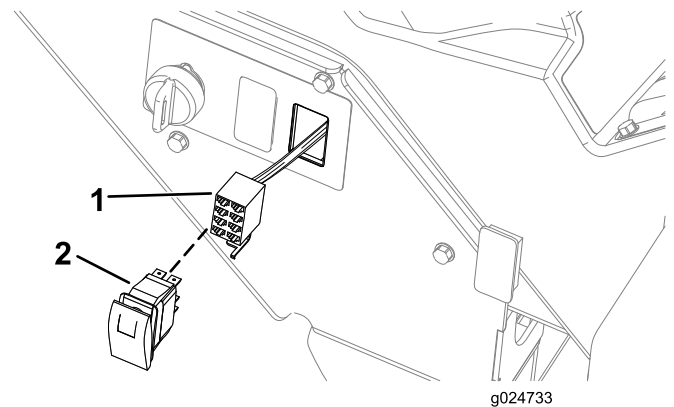

Figura 44
- Ligue o conector de 8 tomadas da cablagem ao conector de 8 lâminas do interruptor de perigo (Figura 44).